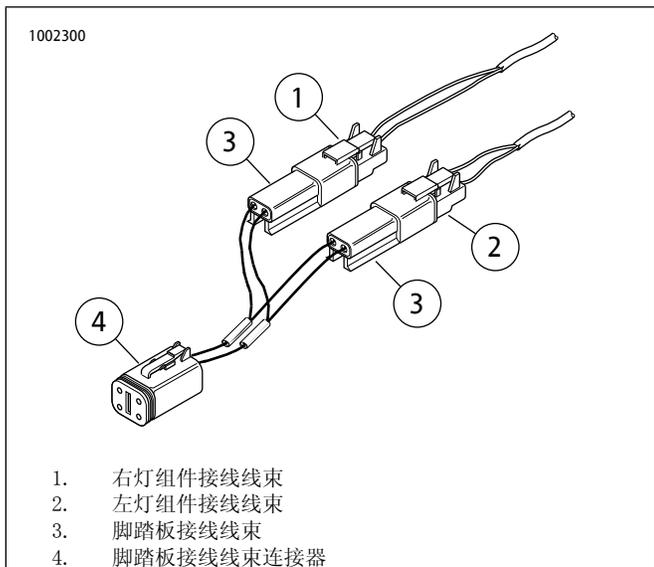

图2。电气连接-所有1994年款及之后的旅行车型
1. 参见图2。先从左侧脚踏板（1）开始，向竖直位置倾斜脚踏板以便接触到脚踏板底部。